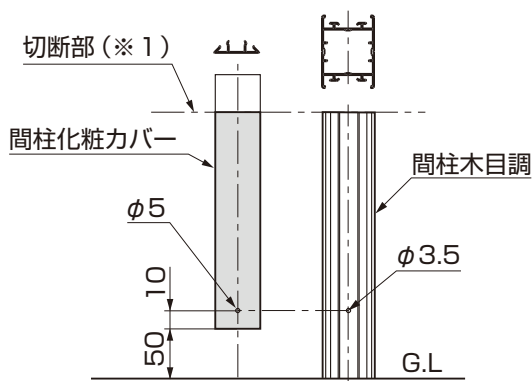

図5-1
- ① 図5-1を参照して、間柱化粧カバーにφ5の穴をあけてください。
- ② 間柱木目調のG.L.から50mmの位置に間柱化粧カバーをあてて、間柱木目調にφ3.5の穴をあけてください。